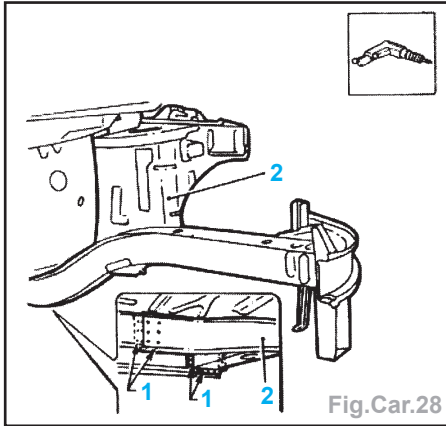

Fig.Car.28
- Dépointer à la perceuse les points de soudure (1) et déposer la pièce (2) (Fig.Car.28).